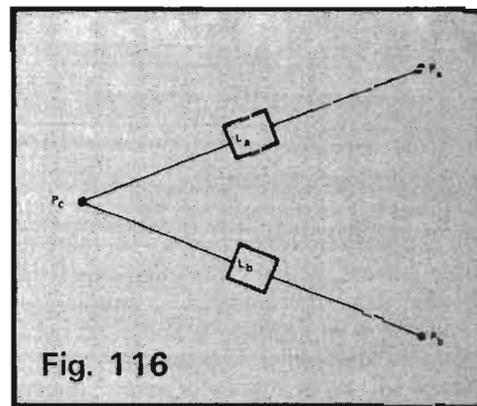

Fig. 116
Il semble alors nécessaire de définir ce qu'on peut entendre par « commande symétrique » de deux électrodes (2 bases, 2 collecteurs ou 2 émetteurs). La figure 116 est une recherche de cette définition.
En rapprochant ce tableau de la **figure 116** et en n'oubliant pas que  $P_C$  est le point de commande et que  $L_{(a)}$  sont les éléments de liaison dont nous cherchons la nature, trois observations s'imposent :
**3e observation :** (tirée directement de la précédente): pour une tension donnée du point PC, chacun des deux éléments de liaison trouvera à ses bornes, **une différence de potentiel qui lui sera propre.** Ainsi, selon le tableau et la **figure 116 :**